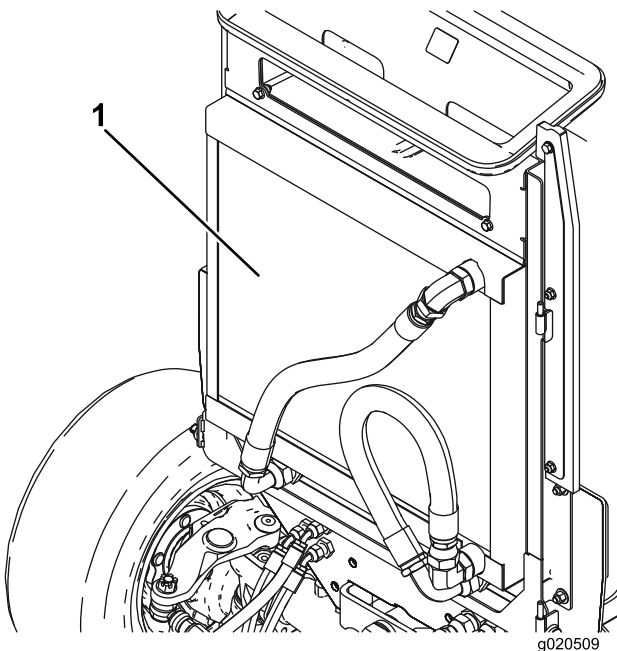

Рисунок 79
5. Тщательно очистите сжатым воздухом обе стороны радиатора и маслоохладителя (Рисунок 79).